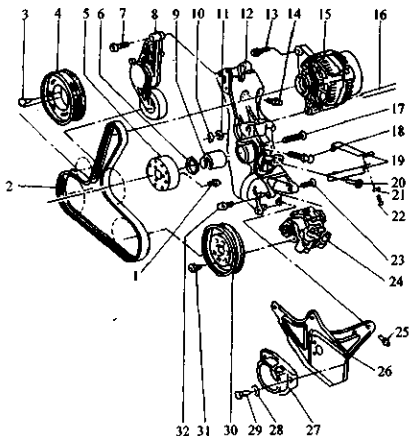

图 2-12 发电机、动力转向液压泵 V 带
22) 松开动力转向油泵 V 带轮的螺栓，拆下 V 带轮，如图 2-12 所示。